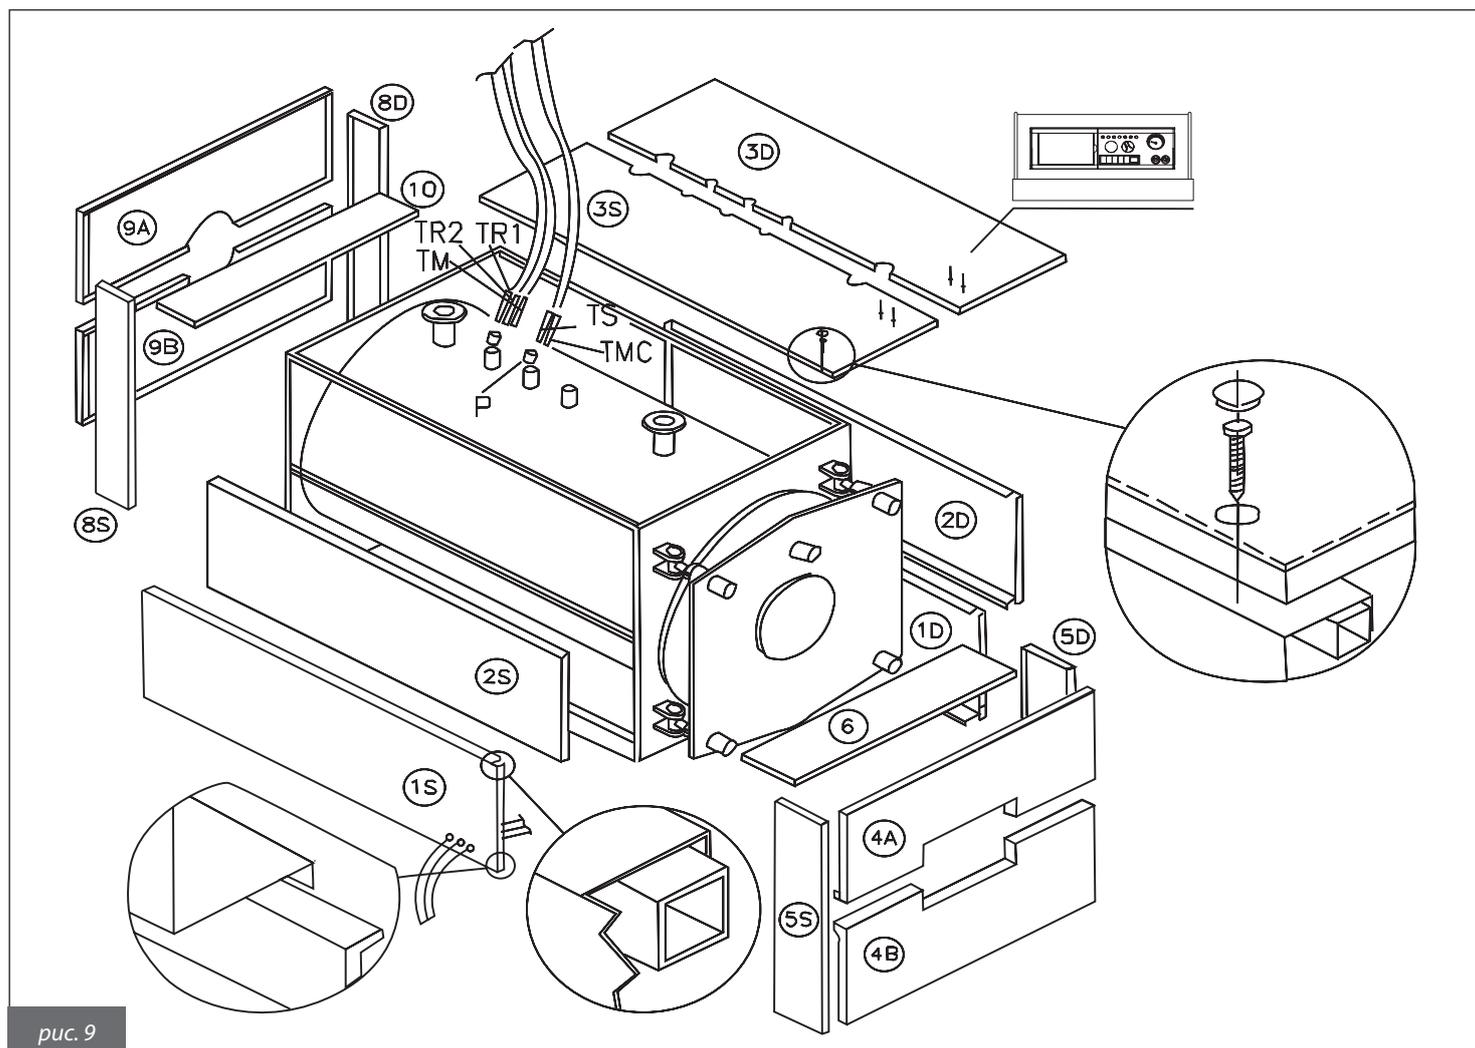

рис. 9
4.2. Облицовка котла для мод. 500÷1300 (рис. 9)
- г) Установить верхнюю панель (3S) на котле и закрепить на ней пульт управления. Размотать капилляры термостатов и термометра и установить держатели в соответствующие колодцы (P).
- ф) Установить панели (5S) (5D), закрепляя на боковых панелях с помощью соответствующих скоб, после чего установить передние панели (4B) и (4A), закрепляя их на панелях (5S) и (5D). Закрыть обшивку дверцы верхней панелью (6), закрепив ее винтами и закрыв проходные отверстия заглушками (см. рис. 9).
- г) Установить панели (8S) и (8D), закрепляя их на боковых панелях с помощью соответствующих скоб, после чего установить передние панели (9B) и (9A), закрепляя их на панелях (8S) и (8D). Закрыть обшивку дымохода с помощью верхней панели (10), закрепив ее винтами и закрыв проходные отверстия заглушками.